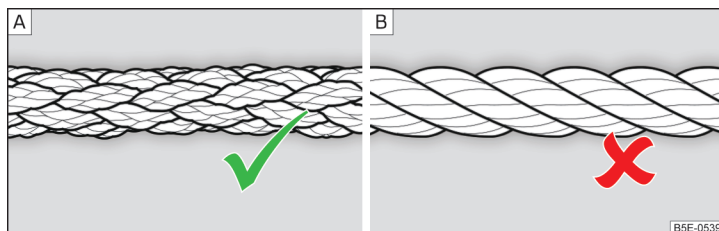

Fig. 344 Cable para remolcar trenzado / Cable para remolcar en espiral
Para el remolque por medio de un cable de remolque, usar solamente un cable de fibra plástica tejida » fig. 344 - [A] » **I**.
- Para remolcar no debe utilizarse ningún cable de remolque en espiral » fig. 344 - [B], la argolla de remolque puede desenroscarse en el vehículo. - ¡Existe peligro de accidente!